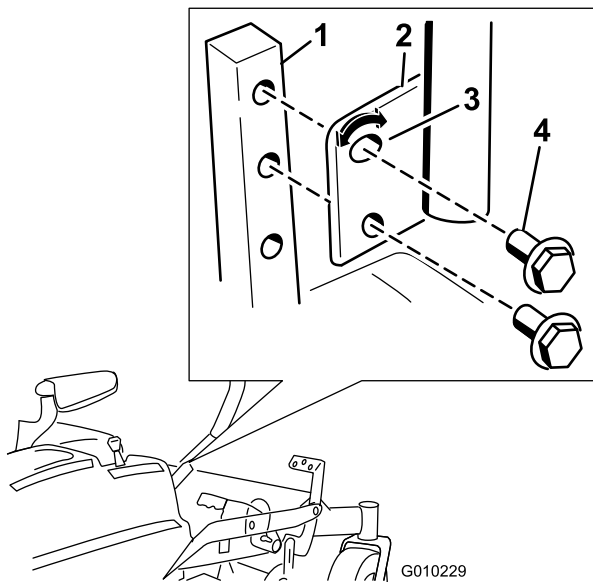

Figura 28
1. Togliete i due bulloni che fissano la leva di comando all'albero del braccio di controllo (Figura 28).
2. Spostate la leva di comando nella serie di fori successiva. Fissate la leva con i due bulloni (Figura 28)
2. Allentate il bullone inferiore appena a sufficienza per ruotare la leva di controllo in avanti o all'indietro (Figura 28). Serrate entrambi i bulloni per fissare il controllo nella nuova posizione.